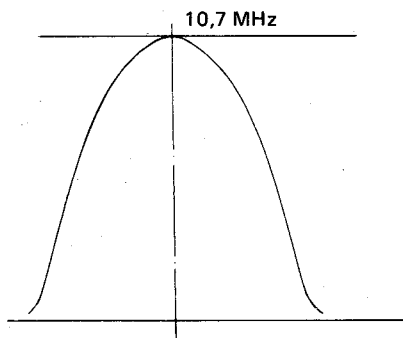

Abb. 4
- 6) Durch Drehung des TA01-Kernes die IF-Wellenform so einstellen, daß die in Abb. 4 gezeigte Wellenform entsteht und daß die Einzel-Gipfel-Charakteristiken maximal sind.